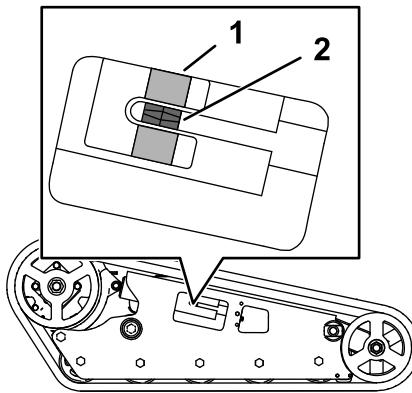

Figura 58
Verificate che il blocco tenditore sia allineato con la guida verde sull'adesivo oppure che il blocco si trovi a una distanza di 1,3 cm dalla parte posteriore della scanalatura del tubo tenditore (Figura 58).
4. Utilizzando un cricchetto di trasmissione da $\frac{1}{2}$ " ruotate la vite di tensione, fino a quando il blocco tenditore non si allinea con la guida verde sull'adesivo, oppure non si trova a una distanza di 1,3 cm dalla parte posteriore della scanalatura del tubo tenditore (Figura 58).
- Verificate che il blocco tenditore sia allineato con la guida verde dell'adesivo oppure si trovi a una distanza di 1,3 cm dalla parte posteriore del tubo tenditore per entrambi i cingoli (Figura 58). All'occorrenza regolate.